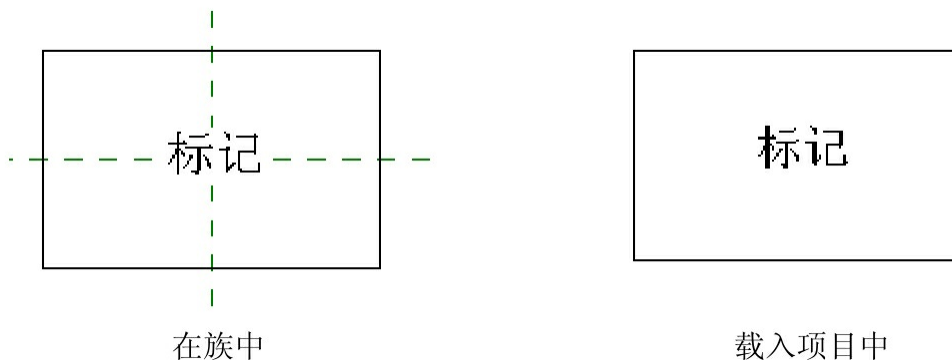

图7-279
(2) 所以在做这种需要添加文字的二维表达时，我们选择的样板应该是“常规注释样板”（见图7-279）。